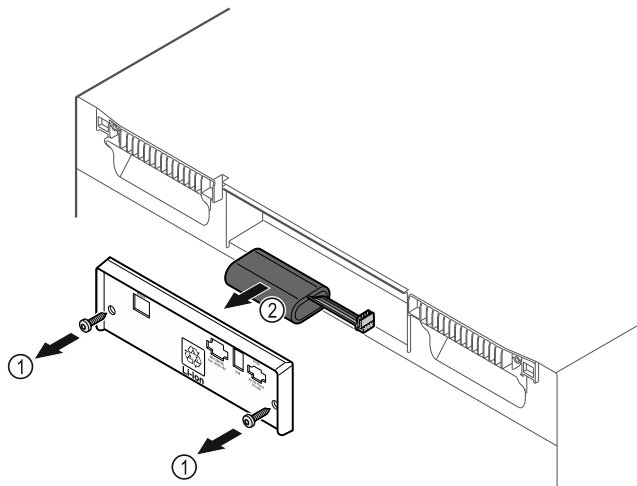

Fig. 235
- 旋出螺栓并移除冰箱背面的盖板 Fig. 235 (1)。
- 断开并取出电池 Fig. 235 (2)。